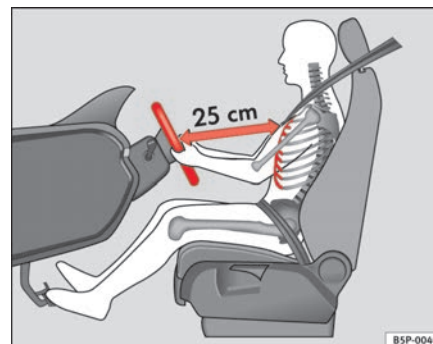

Fig. 94 Posición correcta del conductor
- Ajuste el volante hasta alcanzar la posición deseada ⇒ fig. 94.
- Ajuste el asiento del conductor o el volante de modo que quede una distancia mínima de 25 cm entre el volante y el tórax ⇒ **página 137, fig. 94**. ¡Si no respeta la distancia mínima, el airbag no le protegerá adecuadamente y corre peligro de muerte!